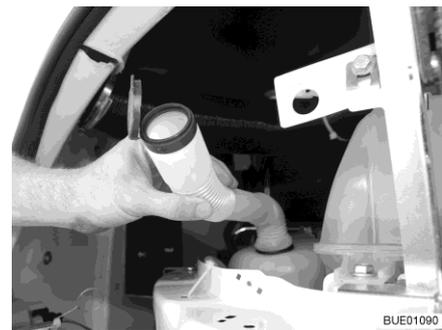

Fig. 45 Tubo de llenado en posición de llenado
- Girar la manguera flexible de tal manera que la abertura de llenado muestre hacia arriba (Fig. 45).